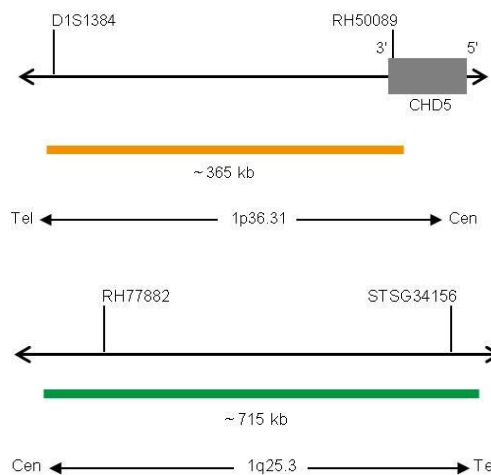

Fig. 1 : En haut : Carte de la sonde SPEC 1p36 ; En bas : Carte de la sonde SPEC 1q25 (pas à l'échelle)
- Polynucléotides marqués au ZyOrange (excitation 547 nm/émission 572 nm) (~4,5 ng/μl), qui ciblent des séquences en 1p36.31\* (chr1:5,808,946-6,176,336) (voir figure 1).
- Polynucléotides marqués au ZyGreen (excitation 503 nm/émission 528 nm) (~10,0 ng/μl), qui ciblent une séquence en 1q25.3\* (chr1:184,271,714-184,986,522) (voir figure 1).